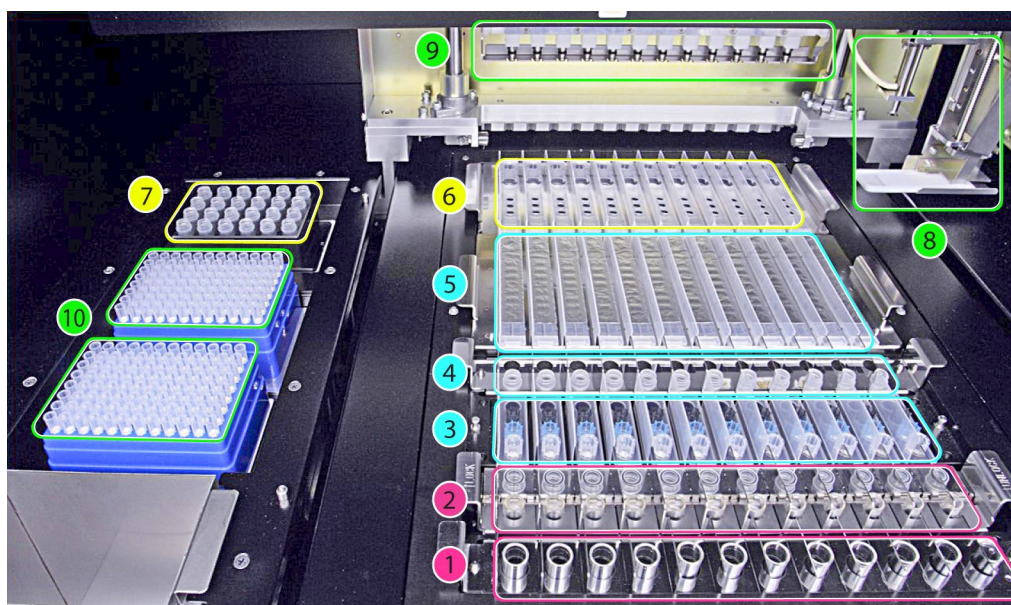

Figure 1 : Zone de chargement du système « ELITe InGenius »
La Figure 1 illustre le système « **ELITe InGenius** ».
La Figure 1 montre : position du portoir pour tubes primaires (1), position du portoir pour tubes d'extraction et capuchons (2), position du portoir pour embouts (3), position du portoir pour tubes d'élution (tube d'élution) (4), position du portoir pour cartouches d'extraction (5) et position du portoir pour cartouches de PCR (6), position du
6. Pour confirmer que les réactifs placés dans la position 7 du gestionnaire des stocks sont en quantité suffisante pour le nombre de tests sélectionnés (voir page 10, Figure 1) comme indiqué à l'écran, appuyer sur le bouton « Next » (Suivant).
7. Placer suffisamment de portoirs à embouts en position 10 (voir page 10, Figure 1).
9. Placer les cassettes de PCR indiquées en position 6 (voir page 10, Figure 1).
11. Placer la/les cassette/s des cartouches d'extraction indiquées en position 5 (voir page 10, Figure 1). Vérifier visuellement les cartouches d'extraction pour s'assurer que les billes se remettent correctement en suspension ; si la remise en suspension ne s'effectue pas immédiatement, secouer vigoureusement les cartouches ou même les soumettre à une brève agitation au vortex (voir la section « Dépannage »).
13. Placer les « Elution Tubes » (Tubes d'élution) dans le portoir des tubes d'élution, indiqué en position 4 (voir page 10, Figure 1).
15. Placer le nombre de portoirs à embouts indiqué en position 3 (voir page 10, Figure 1).
17. Placer les « Extraction Tubes » (Tubes d'extraction) indiqués en position 2 (voir page 10, Figure 1).